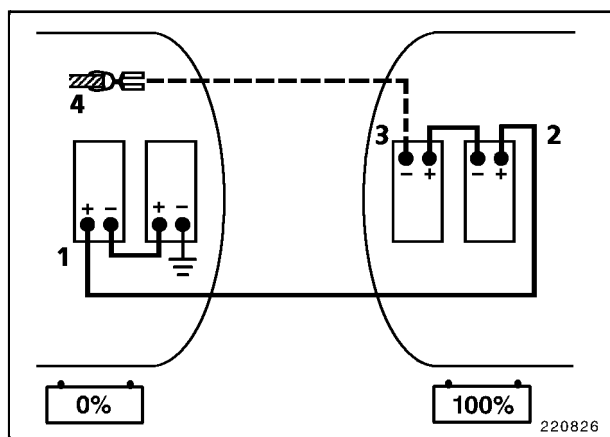

Fig. 2
- Conectar el cable de empalme rojo para puesta en marcha al polo positivo de la batería vacía (1, Fig. 2), entonces conectarlo al polo positivo de la batería cargada (2).
- Conectar el cable negro de empalme para puesta en marcha primero con el polo negativo de la batería cargada (3), y después con un punto brillante de la máquina (4).